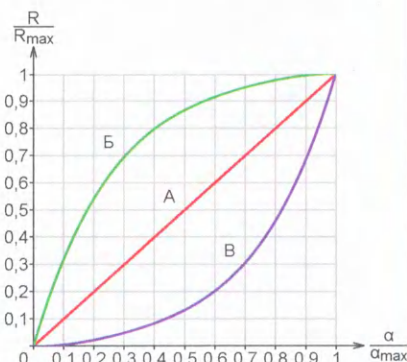
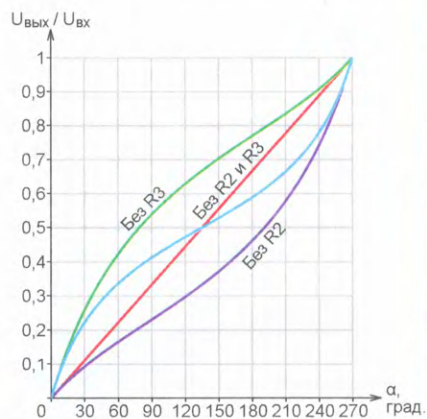

Рис. 1
Рис. 2
8. Ответ — 1. Переменные резисторы выпускают с различной зависимостью сопротивления от угла поворота движка или его линейного перемещения. Наиболее распространены линейная, логарифмическая и антилогарифмическая зависимости. Они изображены на рис. 1. В полном названии резистора их обозначают буквенными индексами, перечисленными в таблице. Основой для неё послужила таблица, опубликованная в [1]. Как видите, у резисторов, произведённых в разных странах, частях света и разными фирмами, эти индексы не совпадают, так что будьте внимательны.
У применённого переменного резистора СПЗ-46М-А (R1) без подключённых к нему постоянных резисторов она линейная (красная линия на рис. 1 и рис. 2). Однако подключение постоянных резисторов (в том числе резистора нагрузки) между движком и крайними выводами переменного резистора изменяет её. При подключённых резисторах R2 и R3 она становится S-образной (голубая линия на рис. 2), аппроксимируемой полиномом как минимум третьей степени.